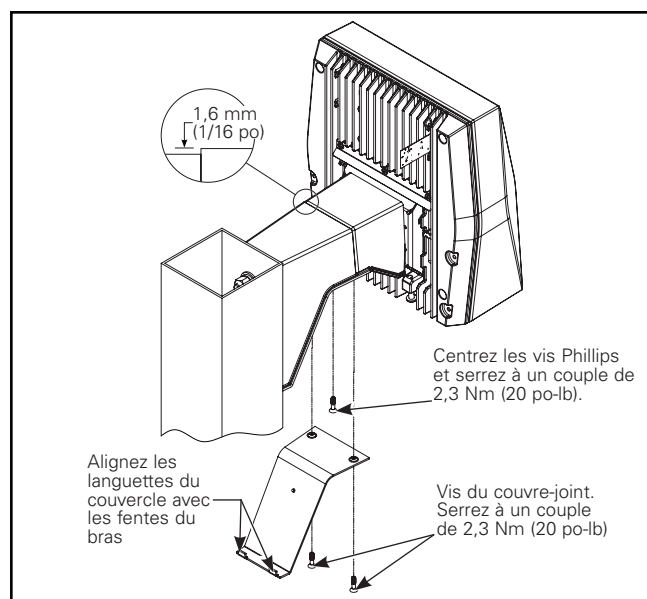

Figure 13.
- Suspendez le luminaire par l'adaptateur à raccord rapide sur le bras du poteau. Serrez la vis de centrage Phillips à un couple de 2,3 Nm (20 po-lb). (Figure 13.)
- Installez le couvre-joint du bras et serrez les deux (2) vis à un couple de 2,3 Nm (20 po-lb) (Figure 13). Assurez-vous que les fils d'alimentation du luminaire ne sont pas coincés entre le couvre-joint et le bras de montage.